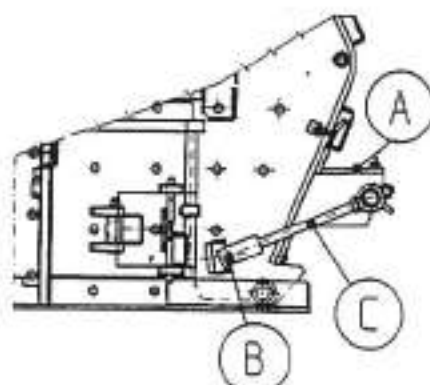

fig. 5
- allentare le viti che bloccano il piatto di arresto (fig. 5/A);
- agire sui dispositivi di regolazione (fig. 5/B), spostando i dadi sui due lati. Controllare con un metro che la regolazione sia la stessa in entrambi i tiranti;
- portare il piatto di arresto (fig. 5/A) a contatto con il carter coprimacchina e serrare a fondo le viti che lo trattengono.
N.B.: I bulloni (fig. 5/B) che trattengono i dispositivi di regolazione costituiscono elementi di sicurezza per la macchina, in quanto è possibile la loro rottura nel caso in cui venga introdotto nella macchina un pezzo non frantumabile. In seguito a rottura vanno sostituiti con altri di pari diametro e classe di resistenza (classe 5.8).
Il piatto d'arresto (fig. 5/A), che ha la funzione di trattenere alla distanza necessaria i portacorazze al fine di evitarne la collisione con i martelli in caso di rottura dei bulloni di sicurezza, va sempre riportato alla posizione originaria (a contatto con il carter coprimacchina) ogni qualvolta si intervenga sulla regolazione della distanza corazze-martelli.
SOSTITUIRE I BULLONI FIG. 5/B CON ALTRI DI DIAMETRO MAGGIORE O CLASSE DI RESISTENZA SUPERIORE PUÒ COMPORTARE RISCHI DI DANNEGGIAMENTO AL SISTEMA DI REGOLAZIONE DELLA MACCHINA O ALLA MACCHINA STESSA NEL CASO ENTRI NEL MULINO UN PEZZO NON FRANTUMABILE.